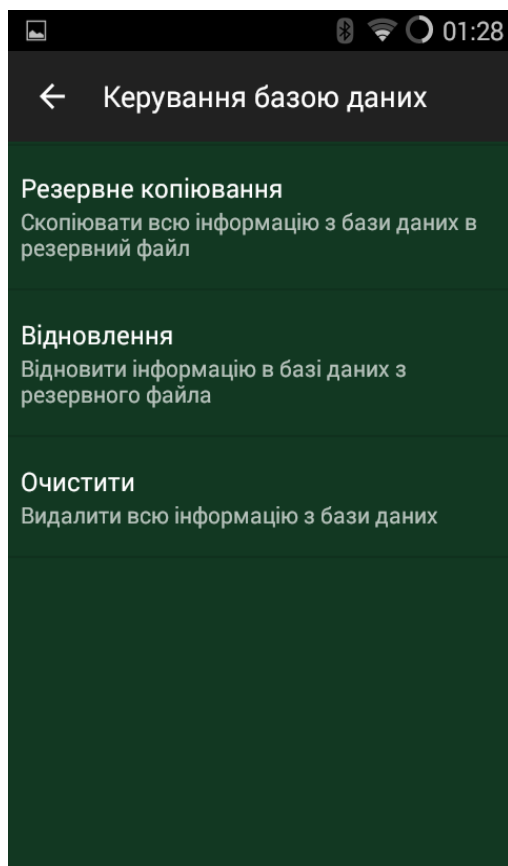

Рисунок 2.72 – Керування базою даних
3. Дані – перехід у вікно керування даними. Детальну інформацію можна отримати у розділі 2.9. Також можна перейти у меню керування базою даних (див. рис. 2.72), з якого можна здійснити резервне копіювання/відновлення, а також очистку бази даних.